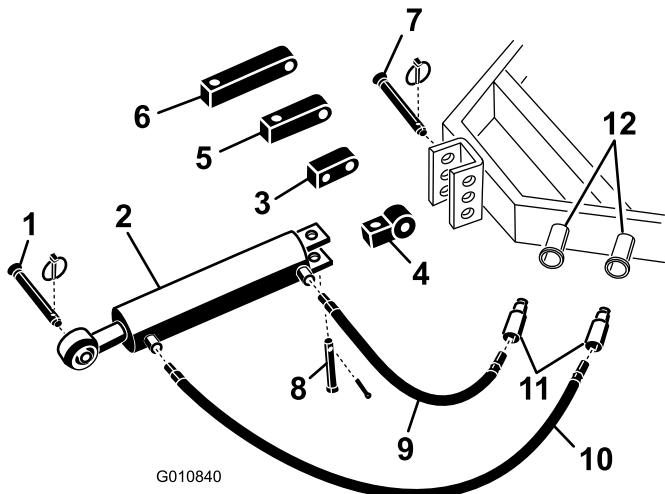

Figura 5
- Fixe a extremidade de ligação do braço de ligação do hidráulico ao tractor com os pinos fornecidos com o tractor (Figura 5). Posicione o braço superior hidráulico de forma a que a extremidade da barra fique voltada para o arejador. As portas do cilindro devem ficar posicionadas na direcção dos hidráulicos de potência auxiliar do tractor.
Nota: Se o cilindro hidráulico tiver de ficar posicionado com as portas voltadas para cima, utilize o bloco rotacional em vez do bloco de montagem padrão para reposicionar o cilindro (Figura 5). Deve ser utilizada uma ligação hidráulica de 90 graus em vez do bloco rotacional (as conexões não foram fornecidas).
- Retire o contrapino e o pino que fixam a ligação padrão ao cilindro (Figura 5). Retire a ligação do cilindro.
- Instale o bloco rotacional no cilindro com os pinos previamente retirados (Figura 5).
- Ligue a mangueira hidráulica de 95 mm à porta do braço superior hidráulico que está mais perto do arejador Figura 5. Aplique fita Teflon ou vedante de rosca nas estriadas da mangueira para evitar quaisquer fugas.
- Ligue a mangueira hidráulica de 65 mm à porta do braço superior hidráulico que está mais perto do tractor Figura 5. Aplique fita Teflon ou vedante de rosca nas estriadas da mangueira para evitar quaisquer fugas.
Se o cilindro hidráulico não chegar ao suporte de montagem do arejador, utilize um bloco de extensão em vez do bloco de montagem padrão para ligar o cilindro ao tractor (Figura 5).
- Instale o bloco de extensão com o comprimento necessário no cilindro com os pinos previamente retirados (Figura 5).